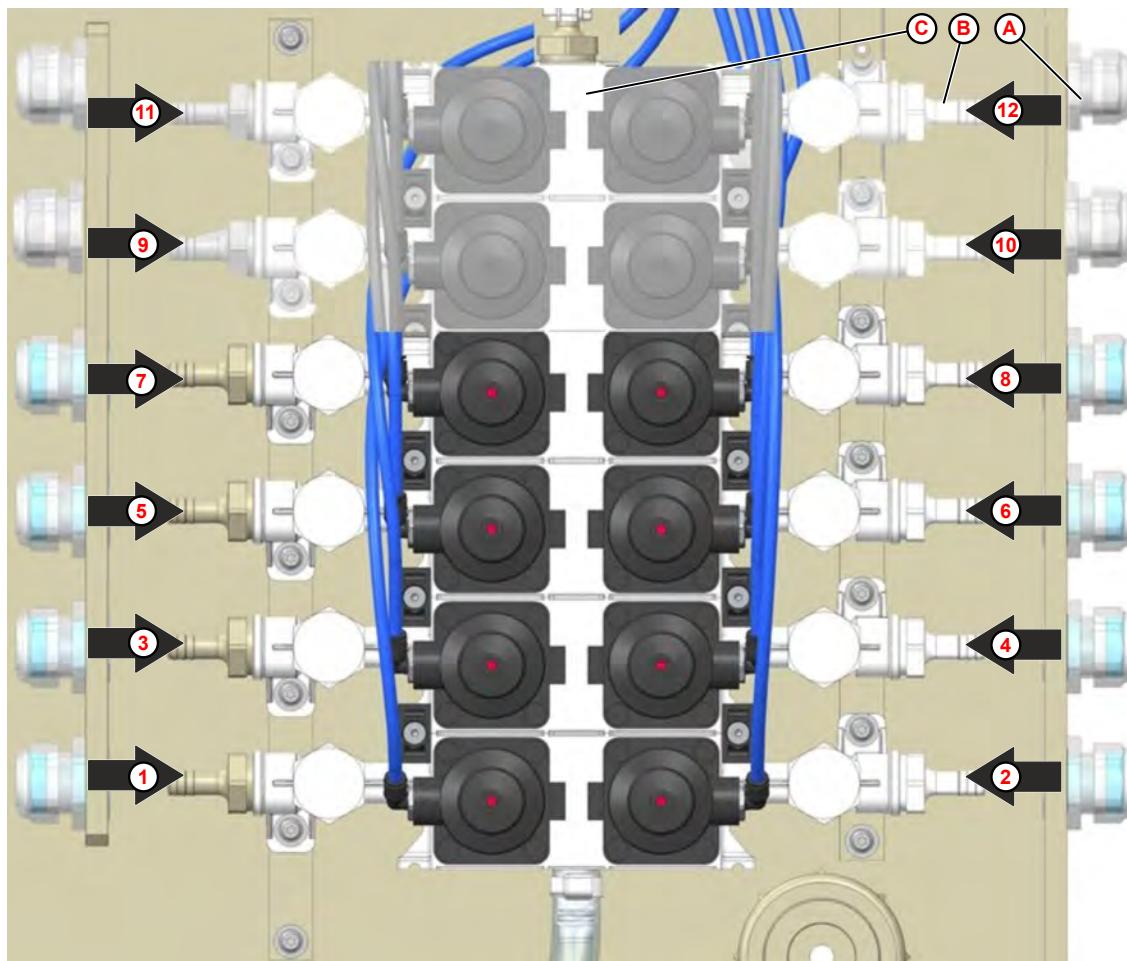

Bild 6: Produkt tilldelning
1. För slangarna till de respektive produktsugrören genom dragavlastningsskruvarna (Bild 6 , pos. A).
2. Anslut slangarna till den respektive slangenippeln (Bild 6 , pos. B) av ventilblocket (Bild 6 , pos. C) med de medföljande slangklämmorna.